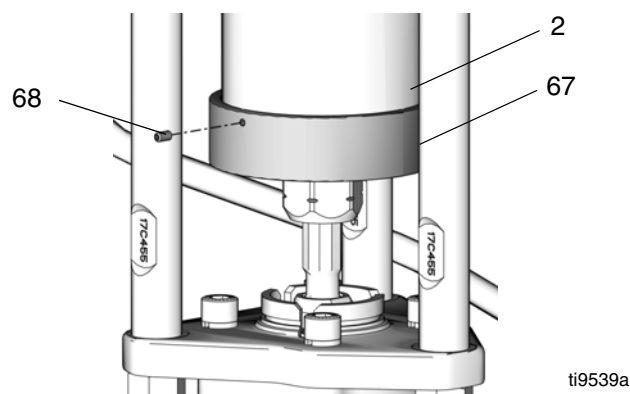

ABB. 10. Kollektor einbauen
4. Den Motor im Tippbetrieb laufen lassen, damit sich der Schieberkolben (9) zum unteren Totpunkt bewegt und die Kupplungsmutter (14) wieder angebracht werden kann.
5. Vergewissern Sie sich, dass die Klemmringe (13) sich in ihrer Position an der Kupplungsmutter (14) befinden.
6. Einen 3/4-Zoll-Schlüssel an der Fläche des Schieberkolbens (9) anlegen, damit sich der Schieberkolben beim Anziehen der Kupplungsmutter (14) nicht dreht. Den Schlüssel so ausrichten, dass er an einer der Verbindungsstangen (3) oder am Ständer abgestützt wird. Die Kupplungsmutter (14) auf den Schieberkolben (9) aufsetzen und sie mit einem Anzugsmoment von 102-108 N•m (75-80 ft-lb) festziehen.
7. Siehe ABB. 10. Den Kollektor (67) nach oben auf das untere Ende des Schieberzylinders (2) schieben, bis er sicheren Halt hat. Die drei Feststellschrauben (68) handfest anziehen.